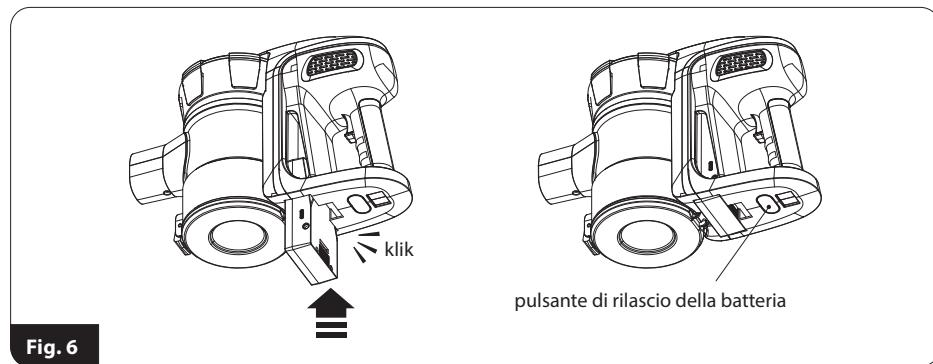

Fig. 6
1. Montare la batteria ricaricabile(4) nell'unità motore (1). Assicurarsi che sia posizionato correttamente nell'aspirapolvere (Fig.6). Rimuovere la batteria ricaricabile dalla scopa è possibile solo premendo e tenendo premuto il pulsante (5).